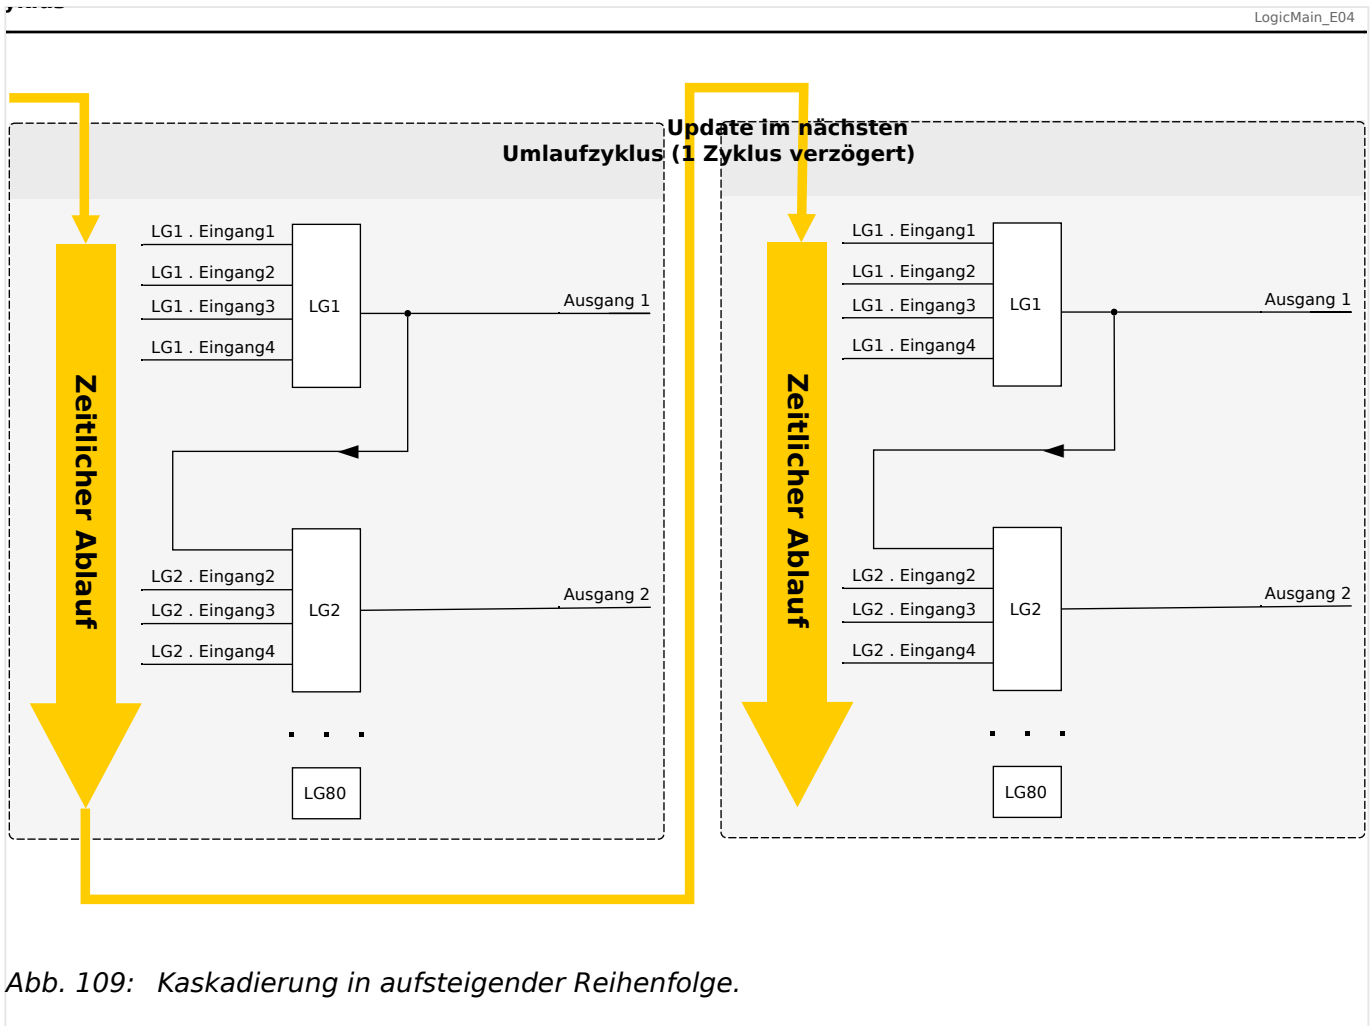
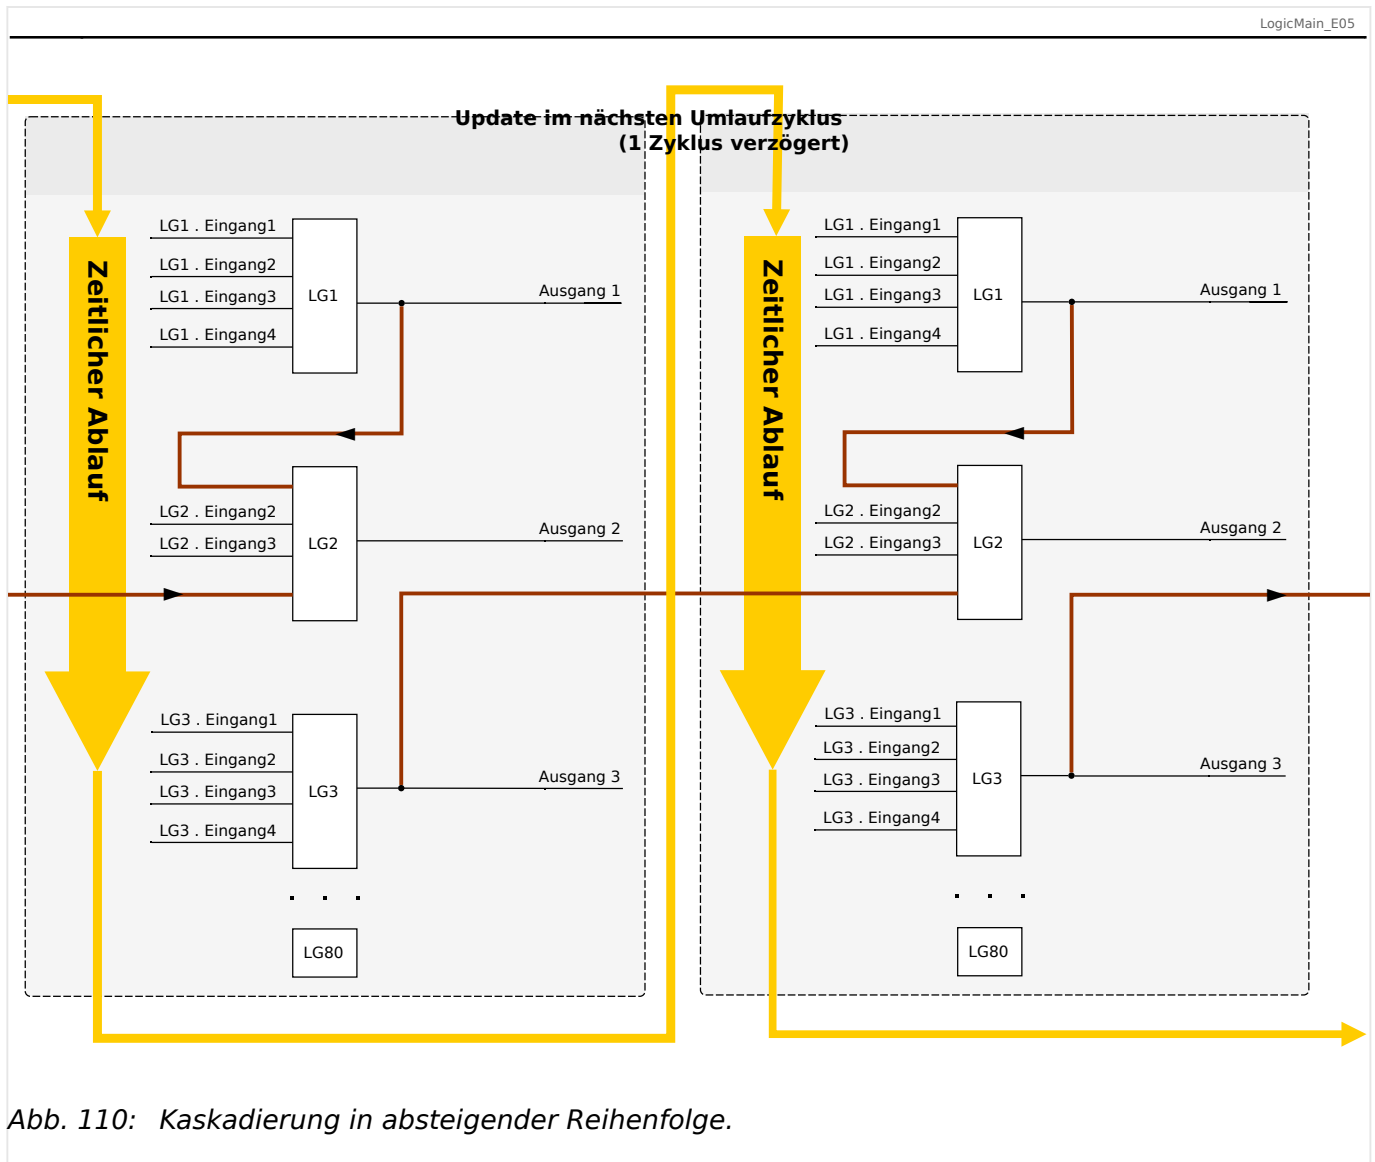

Abb. 109: Kaskadierung in aufsteigender Reihenfolge.
Abb. 110: Kaskadierung in absteigender Reihenfolge.
- Kaskadierung in **aufsteigender** Reihenfolge bedeutet, dass der Ausgang einer Logikgleichung auf den Eingang einer Logikgleichung mit **höherer** Nummer rangiert wird. Das Diagramm →Abb. 109 weiter unten zeigt ein Beispiel, bei dem der Ausgang von LG1 auf einen Eingang von LG2 rangiert wird.
- Kaskadierung in **absteigender** Reihenfolge bedeutet, dass der Ausgang einer Logikgleichung auf den Eingang einer Logikgleichung mit **niedrigerer** Nummer rangiert wird. Das Diagramm →Abb. 110 zeigt ein Beispiel, bei dem der Ausgang von LG3 auf einen Eingang von LG2 rangiert wird.
Bei der Konfiguration des Schutzgerätes bestehen keinerlei Einschränkungen oder Unterschiede zwischen aufsteigender und absteigender Reihenfolge. Da allerdings während der Laufzeit des MRDT4 die Logikgleichungen in aufsteigender Reihenfolge ausgewertet werden, haben die resultierenden Ausgangswerte, die am Eingang der Logikgleichung anstehen, ein unterschiedliches „Alter“, wie in →Abb. 109 und →Abb. 110 veranschaulicht wird.
Das in Abb. 110 gezeigte Beispiel zeigt eine Konfiguration von „Logikgleichung 2“, die den Ausgang von zwei weiteren Logikgleichungen, „Logikgleichung 1“ und „Logikgleichung 3“, als Eingangszustände verwendet. Hierbei ist der Ausgang von „Logikgleichung 1“ in aufsteigender Reihenfolge verwendet, sodass der Wert in jeweils demselben Prozesszyklus ermittelt wird. Der Ausgang von „Logikgleichung 3“ wird in absteigender Reihenfolge verwendet, sodass der Wert in dem jeweils vorherigen Prozesszyklus ermittelt wurde.